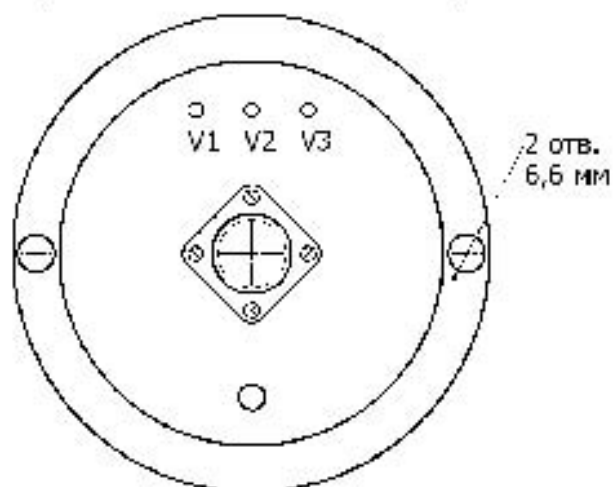

Рис. 3
- 1.4.2. Для контроля и регулировки уровня сигнала пламени служат двухцветный светодиод V1, зеленые светодиоды V2, V3 и потенциометр  (см. рис. 3). Назначение светодиодов приведено в таблице 4.